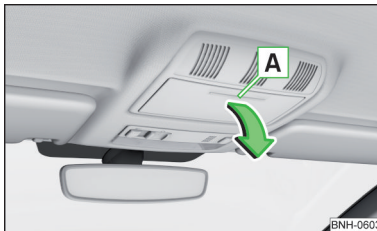

Abb. 75
- Zum **Öffnen** auf den Deckel des Brillenfachs im Bereich **A** drücken. Das Fach klappt in Pfeilrichtung » Abb. 75.